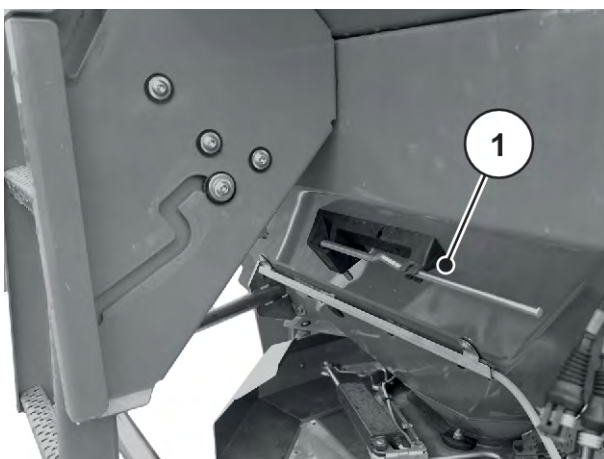

Fig. 32: Indstillingsarmens placering AXIS xx.2
- ▶ Læg indstillingsarmen tilbage i den dertil beregnede holder. Se *Fig. 32 Indstillingsarmens placering AXIS xx.2*